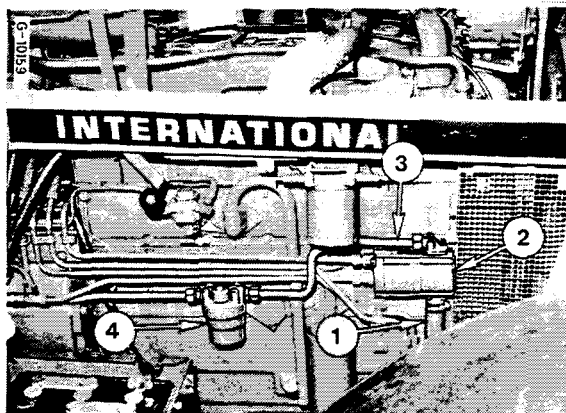

Figure 85
Otez la cuve du filtre à huile (4), Fig. 85 et jetez l'élément usagé. Nettoyez le corps du filtre et la cuve dans du